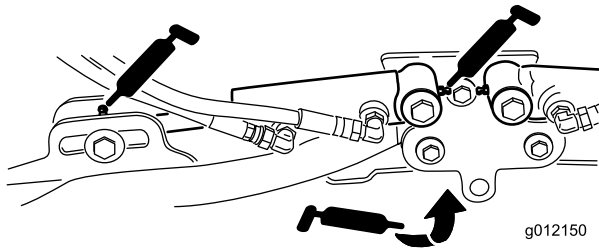

Figure 53
- Vérins des bras de relevage des plateaux de coupe (x 2) (Figure 53)
- Pivots des bras de relevage (x 1) (Figure 53)